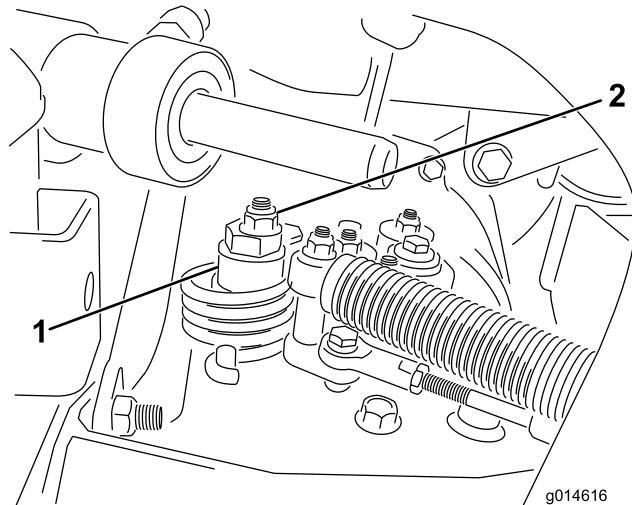

図48
- 偏芯ナットをハイドロスタット上部に止めているナットをゆるめる（図48）。
- どちらにも車輪が回らないように偏芯ナットを回して調整する。調整ができたら固定ナットを締める（図48）。スロットルSLOWおよびFAST位置で調整が正しいことを確認する。